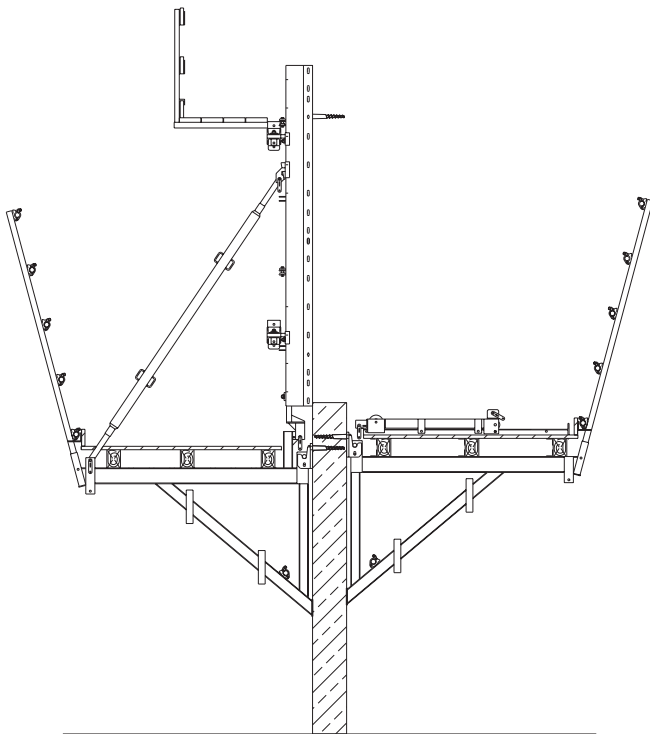

Abb.93
- 4.) Befestigen Sie die Schalung mit der Trapezträger-Halterung an den Kletterkonsolen und fixieren Sie die Schalung anschließend mit Richtstreben (Abb.93).